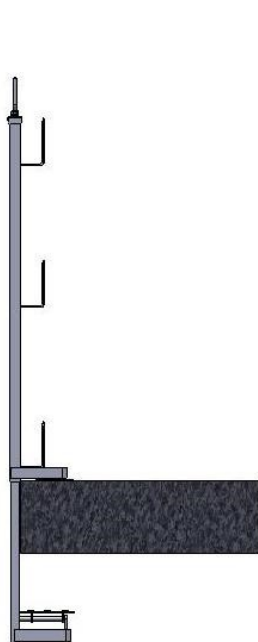
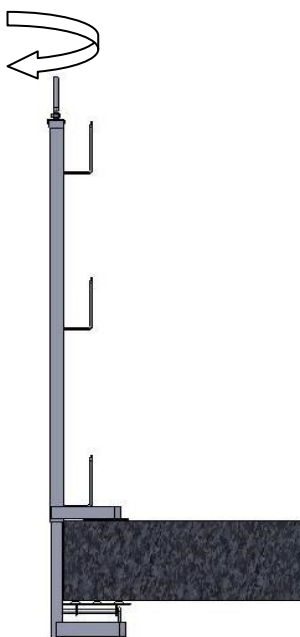
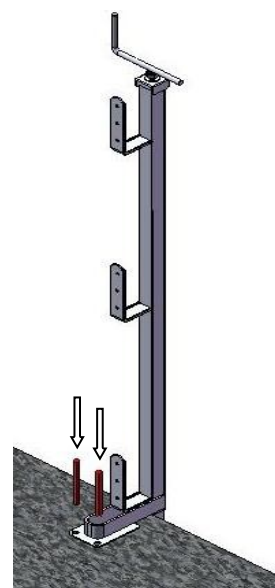

fig.5
fig.6
fig.7
Montaggio (fig. 5 – 6 – 7 – 8)
- Utilizzando una piattaforma di lavoro in sicurezza, posizionare un primo montante accostandolo al bordo (fig. 5 a pag. 9) del manufatto (**N.B.: il montante deve essere posizionato il più vicino possibile al manufatto**), quindi ruotare la maniglia (fig. 6 a pag. 9) in senso orario per consentire la presa della morsa alla soletta. Avvitare la maniglia fino ad assicurare il massimo serraggio (coppia di serraggio applicata nelle prove per certificazione: 30 N.m);
- Creare due buchi sulla soletta in corrispondenza dei fori della piastra sulla parte superiore della morsa (fig. 7 a pag. 9) ed inserirvi i rispettivi tasselli. I tasselli vanno scelti in base alla tipologia e alla consistenza della soletta e ai carichi riportati nella fig. 5 a pag. 4. Il tutto serve per aiutare il montante a mantenere la sua posizione in caso di eventuale urto e in caso di condizioni meteorologiche particolari (p.es. forte vento);